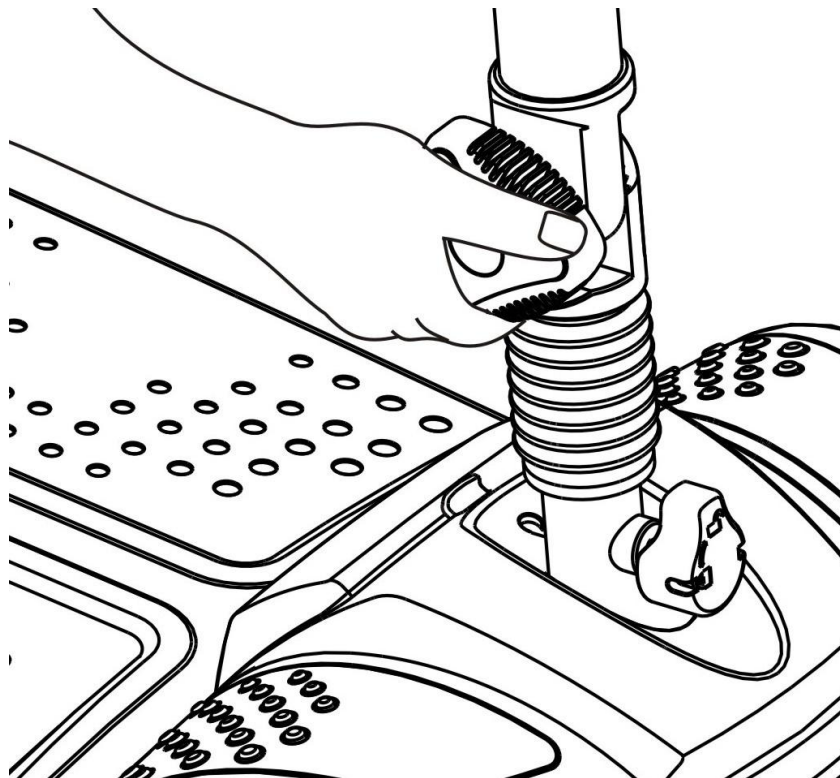

Fig. 4.3.1
1. Gire la rosca en sentido antihorario para aflojarla (Fig. 4.3.1).